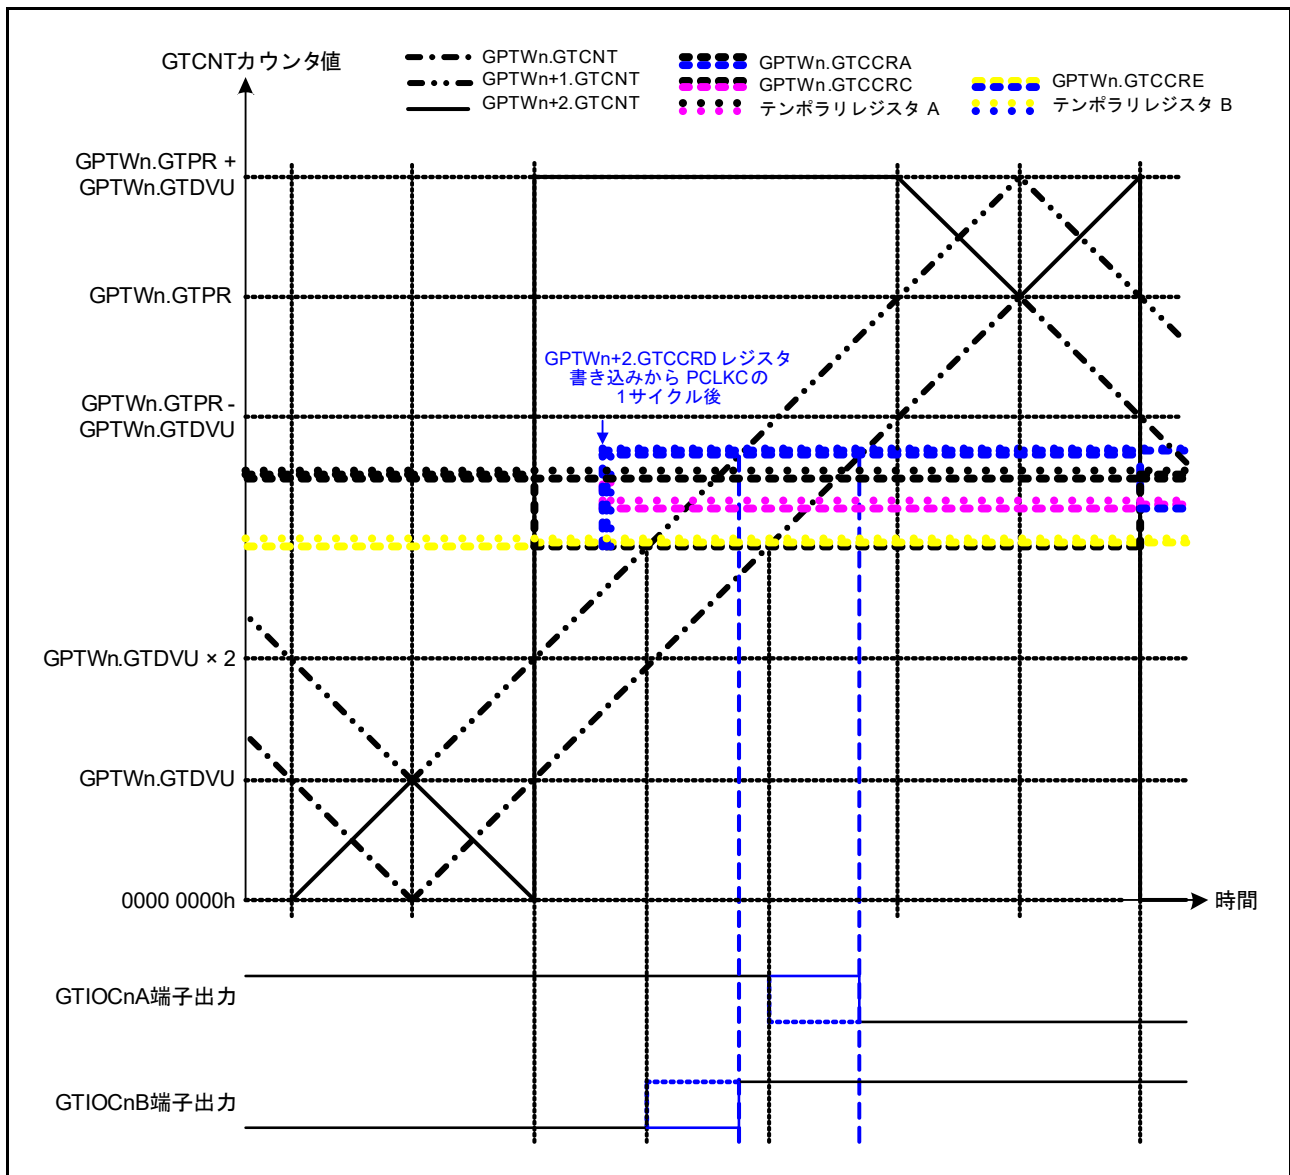
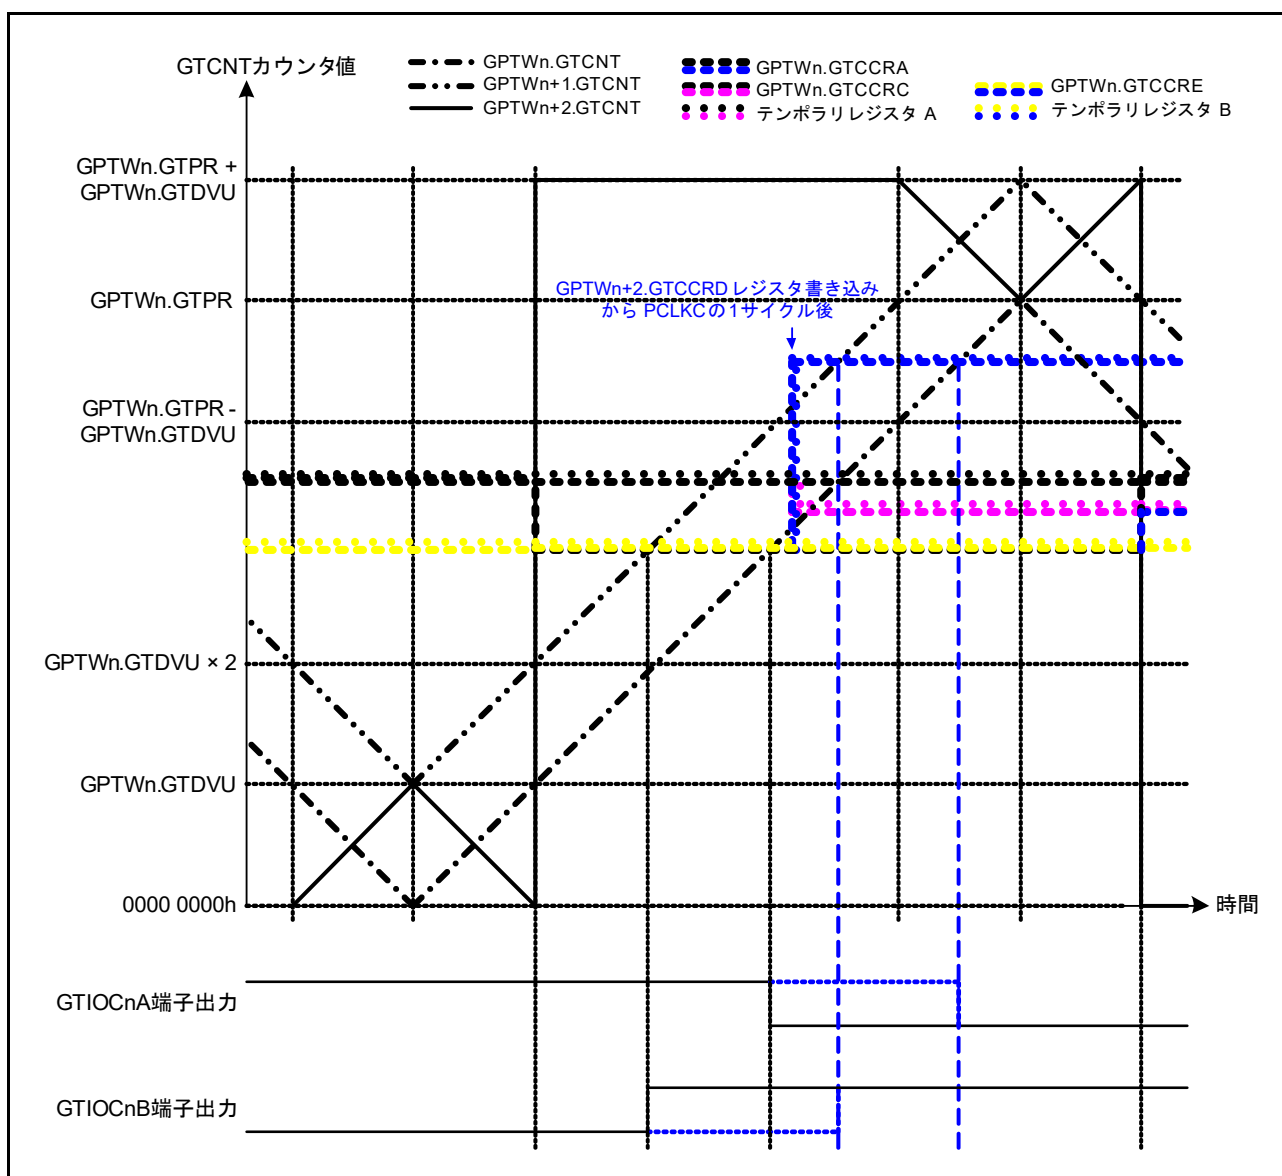

図 24.94 相補 PWM モード 4 ダブルバッファの動作例 (アップカウント中間区間)
図 24.95 相補 PWM モード 4 ダブルバッファの動作例 (アップカウント中間区間)
- アップカウント中間区間：図 24.94 ～ 図 24.95